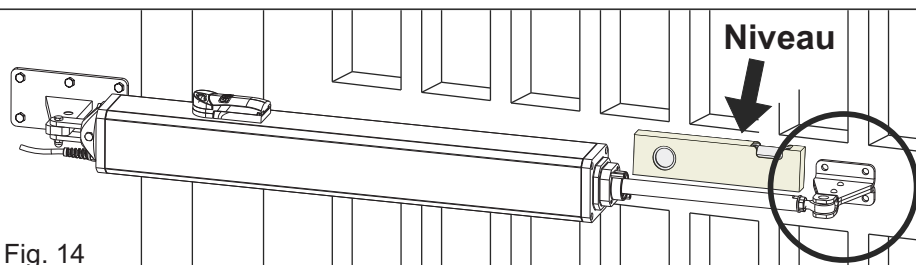
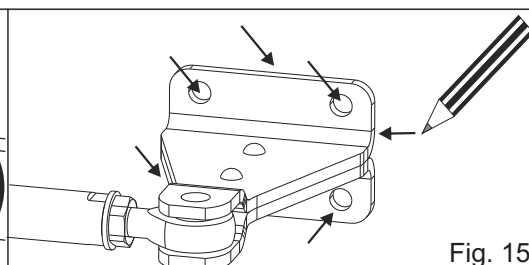

Fig. 14
Fig. 15
- Appuyer le support antérieur contre le portail et placer la tige dans l'emplacement du support (Fig. 14)
- À l'aide d'un niveau (Fig. 14), **assurez-vous que l'opérateur et le support soient en position parfaitement horizontale** puis marquez la position du support et des trous (Fig. 15)